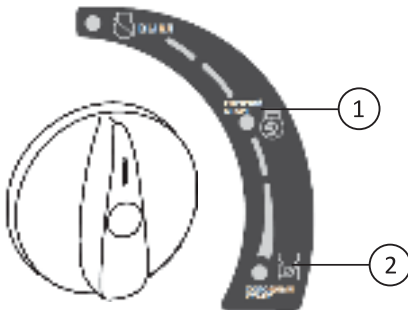

Рис. 12
2. Поверните выключатель двигателя в положение «2», если двигатель холодный или в положение «1», если двигатель горячий (рис.12).
4. После запуска холодного двигателя дайте ему прогреться несколько минут, затем переведите выключатель двигателя в положение «1» (рис. 12).